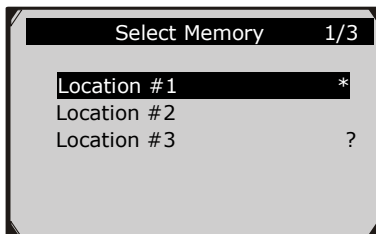

Figura 5.22
- 5) Utilice el botón de desplazamiento **ARRIBA / ABAJO** para seleccionar una ubicación de memoria y pulse el botón **OK**. (Figura 5.22)